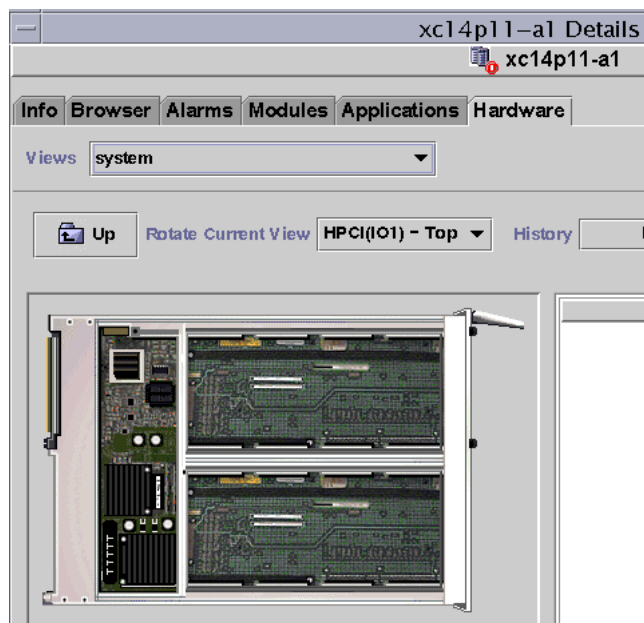

图 5-7 域物理视图中 HPCI 板的顶端
5. 单击 Sun Fire 高端系统域的底部插槽中的某一块 HPCI 板，以显示 HPCI 板的顶端的物理视图（图 5-7）。